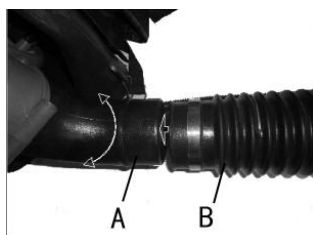
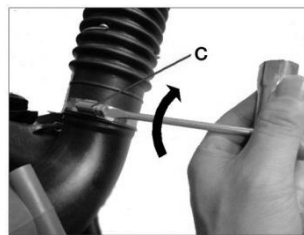

Fig.1
Fig.2
Mettez le collier de serrage (C) sur le tube flexible. Connectez le tube flexible (B) au tube de sortie du ventilateur (A) (Fig. 1), puis serrez le collier (C) (Fig. 2).